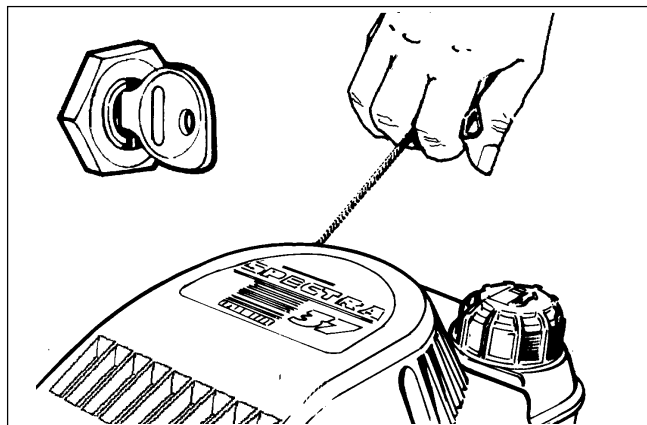

Fig. 2-2
- Saisir la poignée (fig. 2.2) du démarreur et tirer lentement la corde jusqu'à ce qu'on rencontre une légère résistance, laisser la corde se réenrouler lentement, puis tirer d'un coup sec. Relâcher lentement la corde vers le lanceur.
- Saisir la poignée du lanceur (fig. 2.2) et tirer lentement la corde jusqu'à ce qu'on rencontre une légère résistance. Laisser la corde se réenrouler lentement, puis tirer d'un coup sec. Relâcher lentement la corde vers le démarreur.
**DEMARREUR ELECTRIQUE (fig. 2.2)**